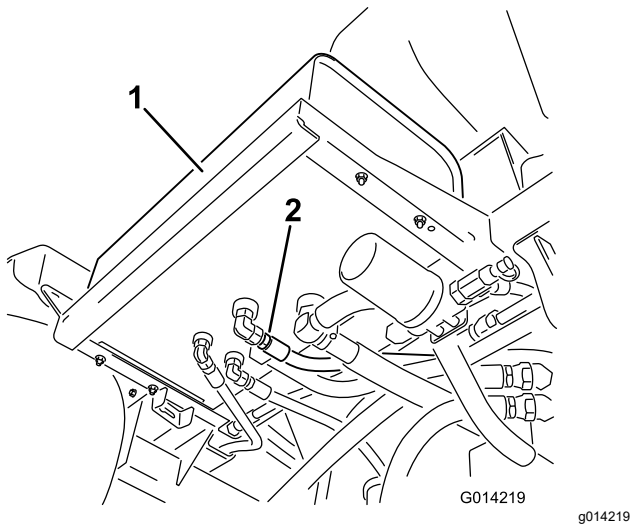

Figure 102
- Nettoyez la surface autour d'un raccord de flexible hydraulique au bas du réservoir d'huile hydraulique (Figure 102).
4. Débranchez le raccord de flexible du réservoir et vidangez l'huile dans le bac de vidange (Figure 102).